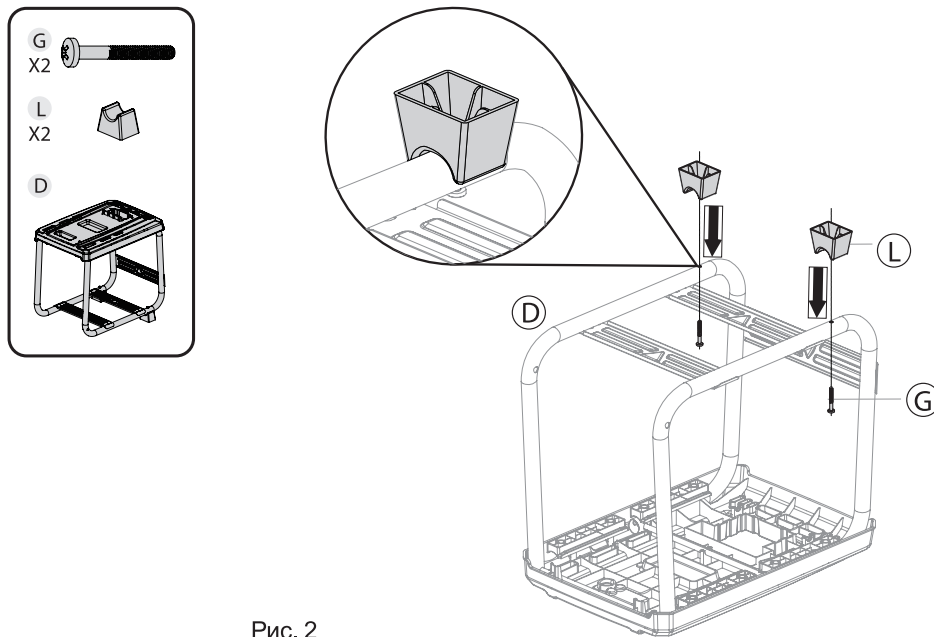

Рис. 2
1. Переверните верхнюю часть корпуса и положите на ровную поверхность. Затем установите и выровняйте на нем основную раму. Убедитесь, что основная рама расположена правильно (Рис. 2).
2. Прикрепите ножки с помощью 2-х винтов (Рис. 2).